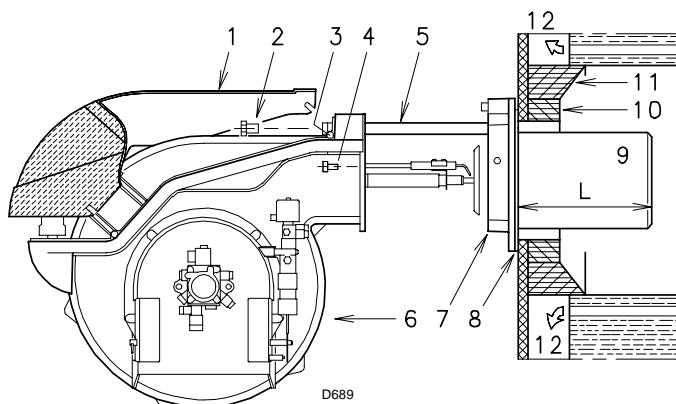

图 7
5.4 燃烧筒长度 (图 7)
对于有前水冷壁的锅炉炉衬 10)-11) (图 7) 可以省略，除非锅炉厂商特别要求。
一旦进行上述操作 (若必要)，固定法兰 7) (图 7) 到锅炉法兰上，两者间插入随附的密封垫 8)。